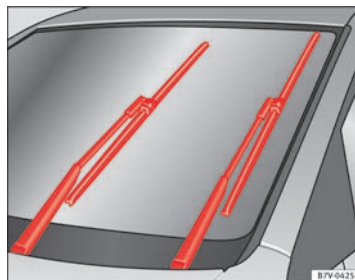

Fig. 128 Essuie-glace en position d'entretien
- Connectez puis coupez le contact d'allumage puis (après environ 9 secondes), déplacez le levier des essuie-glaces sur la position balayage bref. Les balais se déplacent à la position de maintenance ⇒ **fig. 128**.